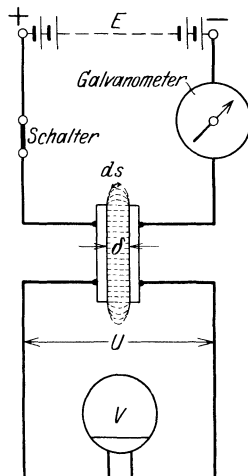

Abb. 71. Ladung eines Kondensators.
Verbindet man zwei ebene, parallele Metallplatten (Abb. 71), die durch einen Isolator (Dielektrikum genannt) voneinander getrennt sind, mit einer Gleichstromquelle, deren EMK  $E$  Volt beträgt, so werden die Platten geladen, d. h. negative Elektrizität (d. s. die Elektronen) gelangt auf die mit der negativen Klemme der Stromquelle verbundene Platte und genau die gleiche Menge positiver Elektrizität sammelt sich auf der anderen Platte an. Die auf der einzelnen Platte angesammelte Elektrizitätsmenge, welche durch das ballistische Gal-
Die Ladung  $Q$  bleibt auf den Platten (Belegungen genannt), auch wenn man die Zuleitungen zur Stromquelle entfernt (den Schalter [Abb. 71] ausschaltet), wie dies das statische Voltmeter  $V$  anzeigt, d. h. die angezeigte Spannung ist nach wie vor  $U = E$  Volt. Es ist also die Spannung  $U$  die Folge der mit der Elektrizitätsmenge  $Q$  geladenen Platten (Plattenkondensator). Die Entladung erfolgt, indem man die Platten des von der Stromquelle abgetrennten Kondensators durch einen Leiter miteinander in Berührung bringt. Liegt in diesem Entladestromkreis ebenfalls ein ballistisches Galvanometer, so zeigt dessen Ausschlag die gleiche Elektrizitätsmenge  $Q$  wie bei der Ladung an.
Man nimmt an, daß zwischen den Belegungen eines geladenen Kondensators elektrische Feldlinien verlaufen, wie solche für den in Abb. 71 dargestellten Plattenkondensator punktiert gezeichnet sind. Genau wie bei den magnetischen Kraftlinien (vgl. S. 63) führt man auch hier zwei besondere Größen ein:
1. Plattenkondensator. Ist  $F$  die Fläche in  $\text{cm}^2$ , durch welche die Feldlinien senkrecht hindurchgehen, d. i. in diesem Falle die Fläche einer Belegung, so ist nach Gl 43 die Felddichte  $\mathfrak{D} = Q:F$ , die Feldstärke nach Gl 44 ist  $\mathfrak{E} = \mathfrak{D}:\varepsilon$ , mithin auch  $\mathfrak{E} = Q:F\varepsilon$ , wo  $\mathfrak{E}$  in diesem Falle konstant ist, wenn man die Feldlinien der Ränder in Abb. 71 vernachlässigt. Ist  $\delta$  der Abstand der beiden Platten, so ist  $U = \mathfrak{E}\delta = (Q:F\varepsilon)\delta$ , daher